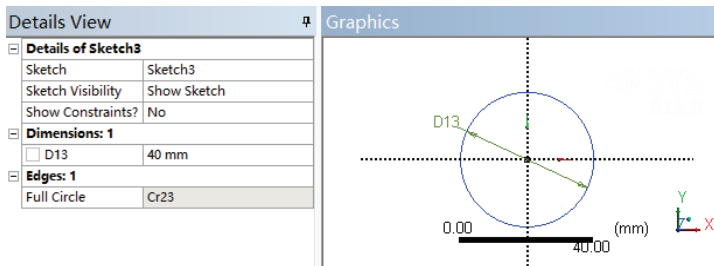

图 3-98 绘制 Sketch3
- 7) 设置 Detail View, 结果如图 3-98 所示。